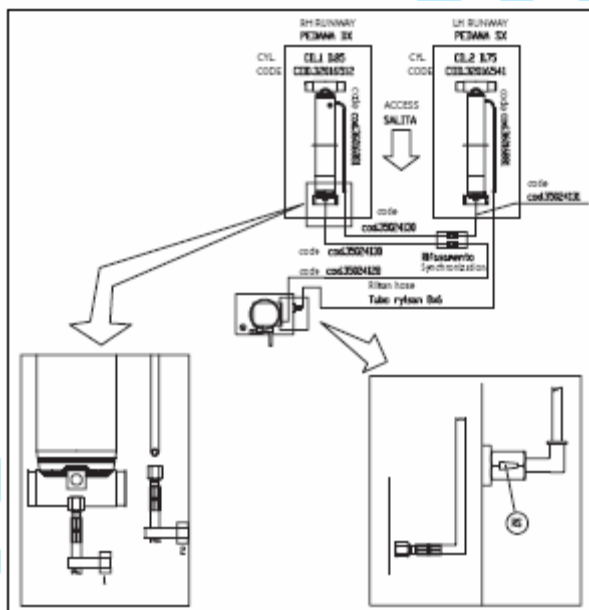

Рис.10
Перед подсоединением гидравлических шлангов убедитесь, что левая и правая конструкции и гидравлический блок управления окончательно размещены, как указано на Рис.10.
35024128) синхронизирующего устройства к соединению на пульте управления как показано на Рис.10, закрепив соединение.
5. Подсоедините гидравлический шланг (код 35024130) синхронизирующего устройства к правому цилиндру рамы подъемника (код 32016512), закрепив соединение (Рис.10).
7. Подсоедините рилсановый шланг стока масла Ø8x6 к соединению шланга (код 36016881) левого цилиндра (код 32016541) (рис.10).